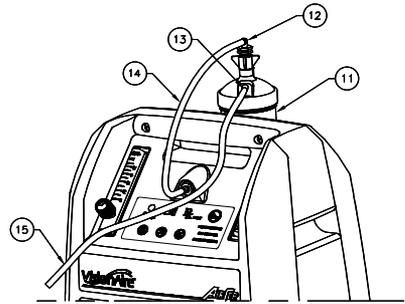

Fig. I.3
I. 3. Installation af befugter (ekstraudstyr) (Fig. I. 3).....	2-DA
I. 3. Installation af befugter (ekstraudstyr) (Fig. I. 3)